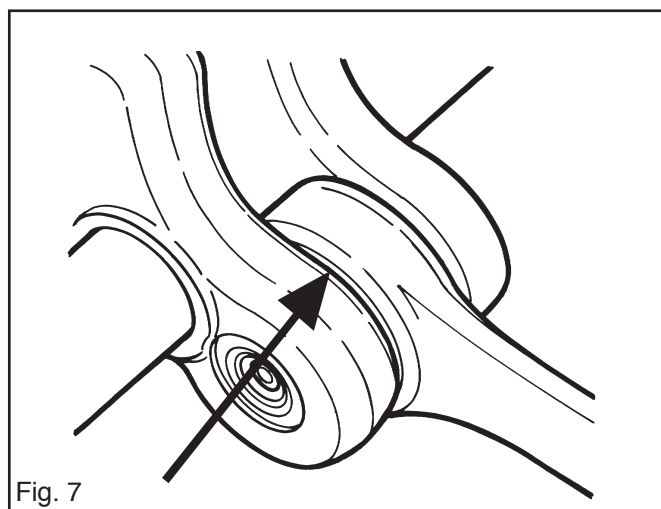

Fig. 7
2. Le palier de la bielle ne doit présenter ni marque de coupure ni décoloration sur les côtés. Voir fig. 7.